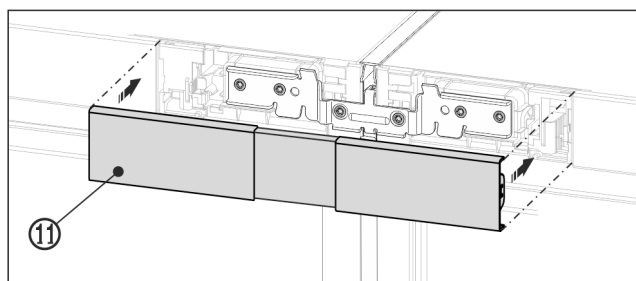

Fig. 24 Représentation à titre d'exemple
- ▶ Clipser le cache Fig. 24 (11) supérieur sur l'interstice encore ouvert des deux panneaux du bandeau de commande. Veiller à ce que les parties externes du cache se ferment en affleurant les panneaux du bandeau de commande.